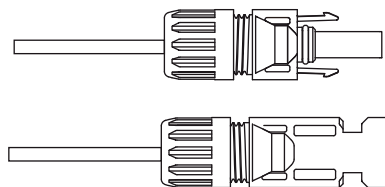

Abb. 3.5 Stecker mit aufgeschraubter Überwurfmutter
c) Setzen Sie den Kontaktstift in den oberen Teil des Steckers ein und schrauben Sie die Überwurfmutter auf den oberen Teil des Steckers. (wie in Abb. 3.5 gezeigt).